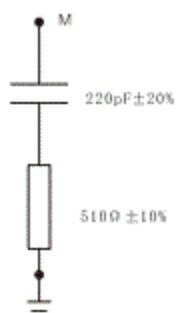
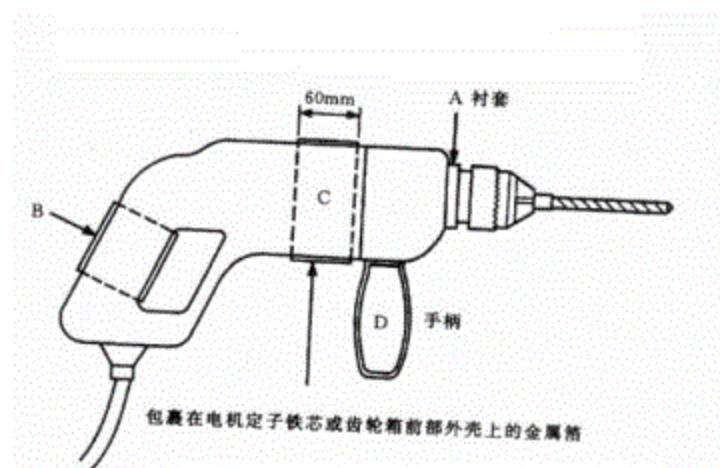

图 9 模拟手的原理
图 10 具有模拟手的手持式电动工具
- 2、 模拟手的原理图见图 9;
- 3、 在应用模拟手时要遵循的基本原则在图 10 中表示出来。RC 元件的 M 端（见图 9）应当连接到任何暴露的非旋转的金属部件和连接到随 EUT（被测设备）提供的固定的和可拆卸的、四周包上金属箔的所有手柄上。由油漆或清喷漆涂敷的金属部件将考虑作为暴露的金属部件而直接连接至 RC 元件上。
- b) 如果被测设备的外壳是绝缘材料制成的, 则手柄 B 四周（见图 10）应包上金属箔, 如有第二个手柄 D, 则其四周也应包上。位于电动机定子铁芯部位的壳体 C 或齿轮箱部位四周亦应包上 60mm 宽的金属箔, 要是这样能够测出较高发射电平的话, 所有这些金属箔和金属环或衬套 A, (如果有的话) 都应连接在一起, 并连接到 RC 元件的 M 端。
- c) 如果被测设备的外壳部分是金属, 部分是绝缘材料, 并且有绝缘手柄, 则手柄 B 和 D (见图 10) 的四周要包上金属箔。如果电动机部位的外壳是非金属的, 则在电动机定子铁芯所在部位的壳体 C 的四周, 或者在齿轮箱的四周要包上 60mm 宽的金属箔。如果这部位是绝缘材料并获得较高的发射电平的话, 机身的金属部分, 即部位 A, 包住手柄 B 和 D 的金属箔以及在外壳 C 上的金属箔都应连在一起, 并接到 RC 元件的 M 端。